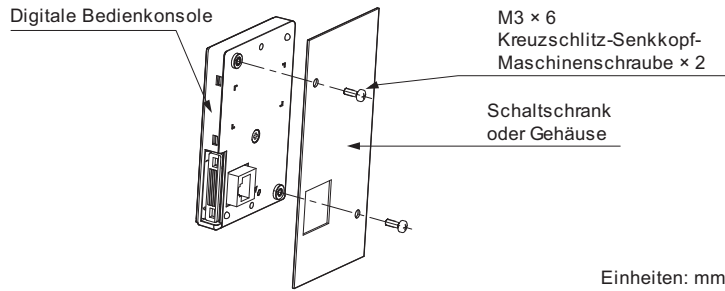

Abb. 2.7 Externe/Frontmontage
2. Das digitale Bedienfeld ist mit dem Display nach außen anzuordnen und am Schrank zu befestigen, wie in Abb. 2.7 gezeigt.